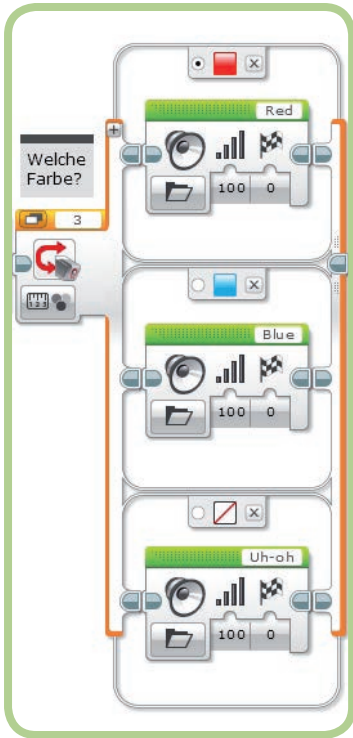

Abbildung 6-15: Der Fall Keine Farbe
7. Klicke auf das Feld für den Dateinamen und wähle die Datei **Uh-oh** aus, die du im Ordner **Ausdrücke** findest. Das Programm sieht jetzt aus wie in Abbildung 6-15.